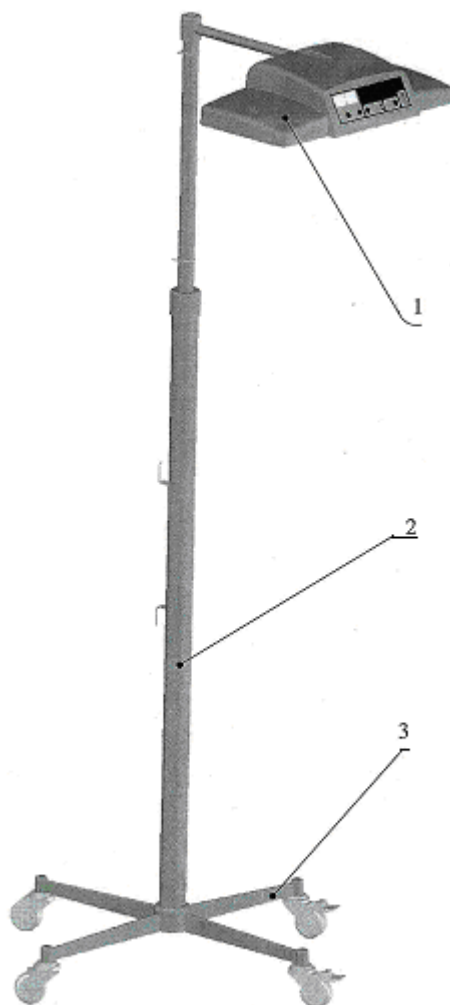

Рисунок 1 - Внешний вид облучателя
1.4.2 Облучатель (рисунок 1) состоит из: